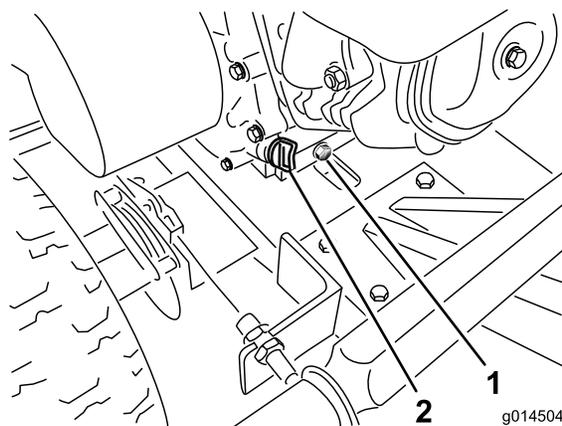

Figure 13
- Retirez le bouchon de vidange et vidangez l'huile par la fente du cadre (Figure 13).
- Enlevez le bouchon de remplissage et versez lentement environ 80 % de la quantité d'huile spécifiée dans le moteur (Figure 13).